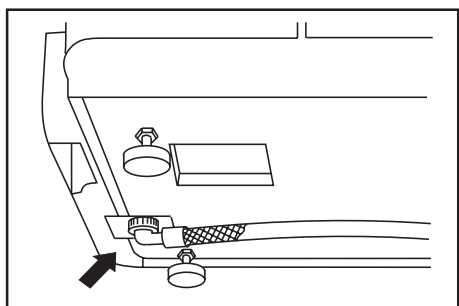

Fig. 3
- Collegare la macchina ad una condotta di distribuzione di acqua potabile avente pressione compresa tra 1,8 e 8 bar. Servirsi per questo del tubo di carico in dotazione e collegarlo al manico posto sotto al piano inferiore della macchina (fig.3).